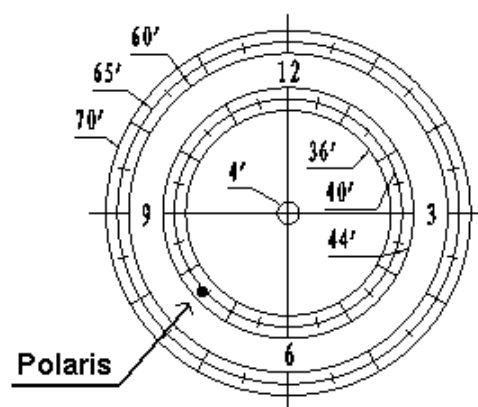

图 8
6. 按方法 C.极轴的调整所述通过调整赤道仪的方位和纬度将北极星放在控制手柄屏幕中显示的相同位置即可(图 8)。